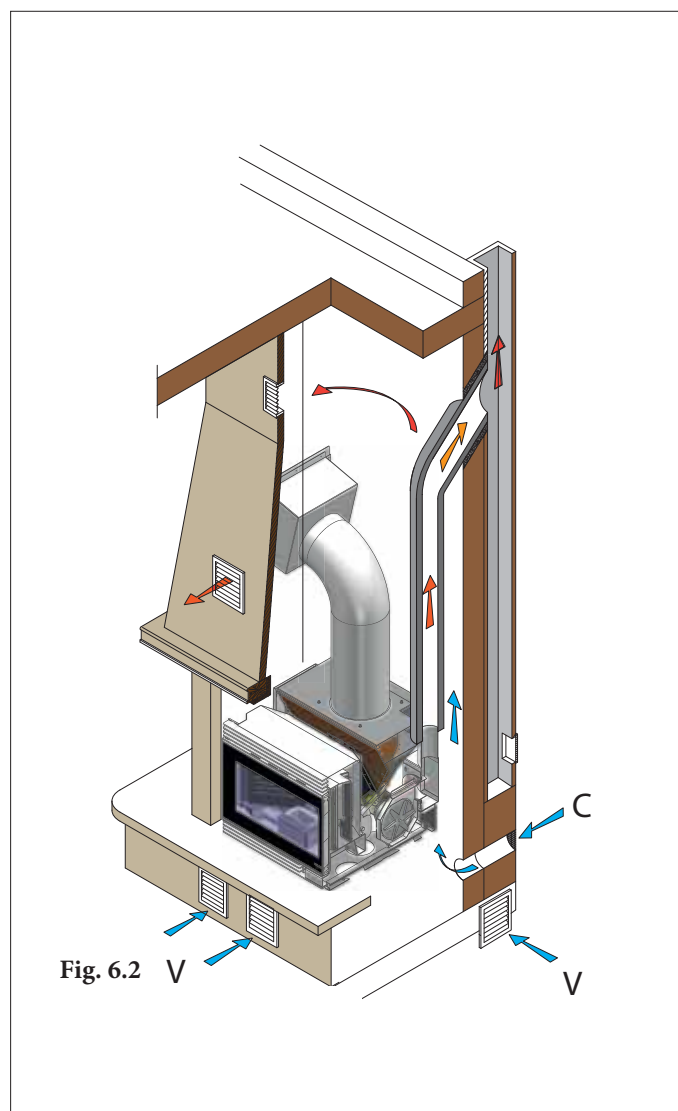

Fig. 6.2
Die Verbrennungsluft tritt in den Heizofen über die Luftklappe (C) ein und wird mit durch einen Kanal im hinteren Teil des Heizofen in die Brennkammer gesaugt (Fig. 6.2)